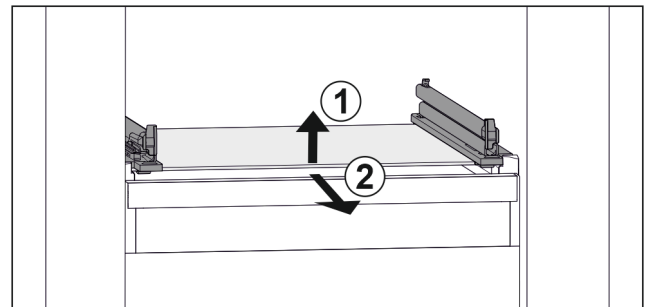

Fig. 108 Beispielhafte Darstellung der Glasplatte
- ▶ Glasplatte vorne anheben. Fig. 108 (1)
- ▶ Glasplatte nach vorne entnehmen. Fig. 108 (2)